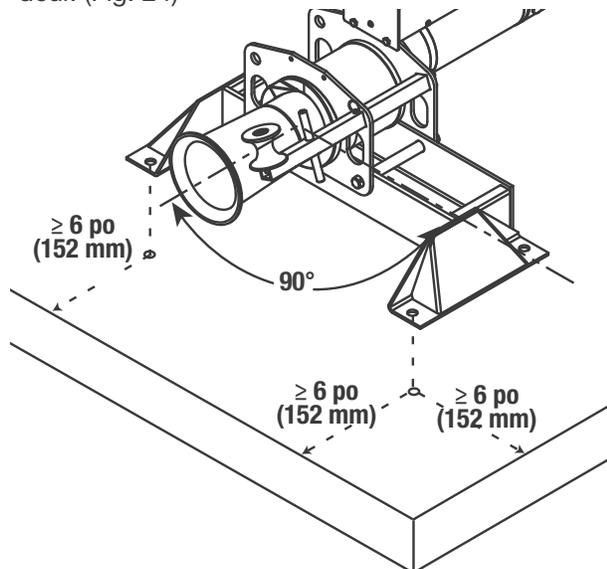

Figure 24 : Perçage des trous 6 po (152 mm) depuis le bord
- À l'endroit identifié, utiliser une mèche à béton avec pointe en carbure de 5/8 po (norme ANSI B94.12-77) pour percer quatre trous à au moins 6 po (152,4 mm) du bord du béton et à 6,25 po (158,8 mm) de profondeur. (Fig. 24)